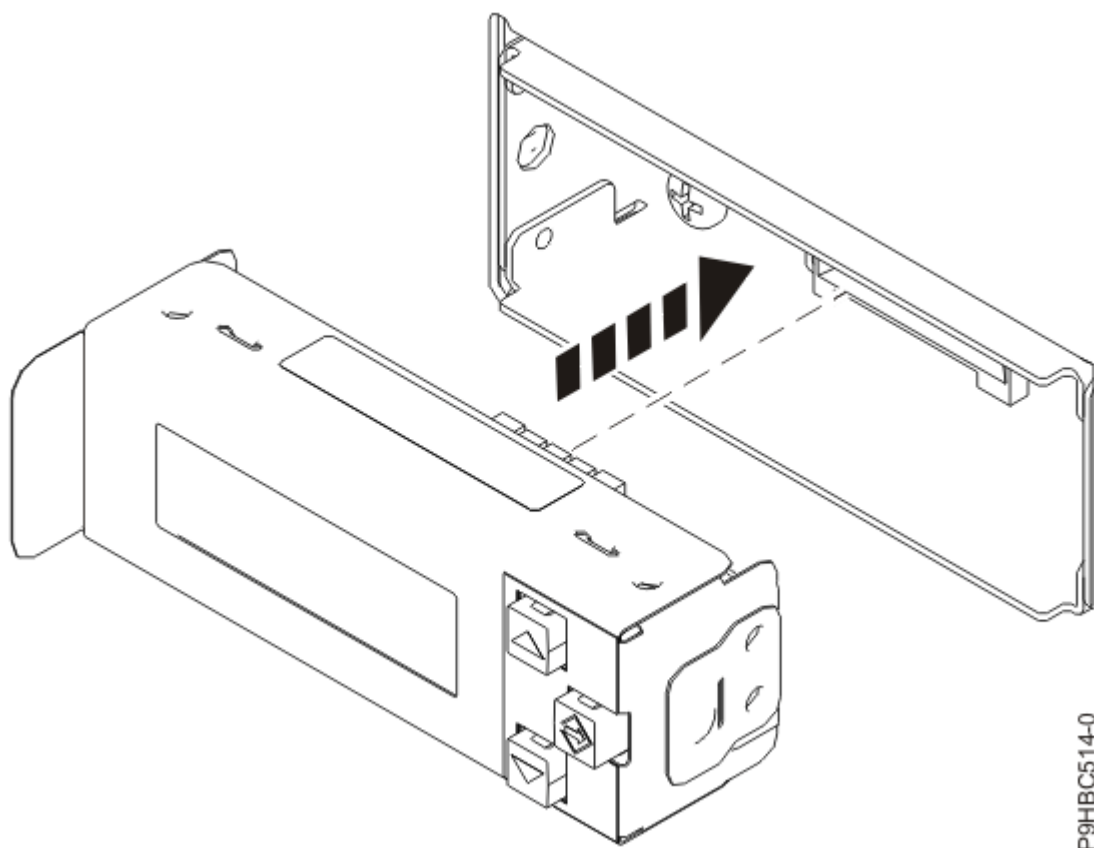

Figure 61. Insertion de l'écran du panneau de commande
4. Poussez l'écran du panneau de commande dans son boîtier, comme illustré à la Figure 61, à la page 67, jusqu'à ce que vous entendiez un clic.